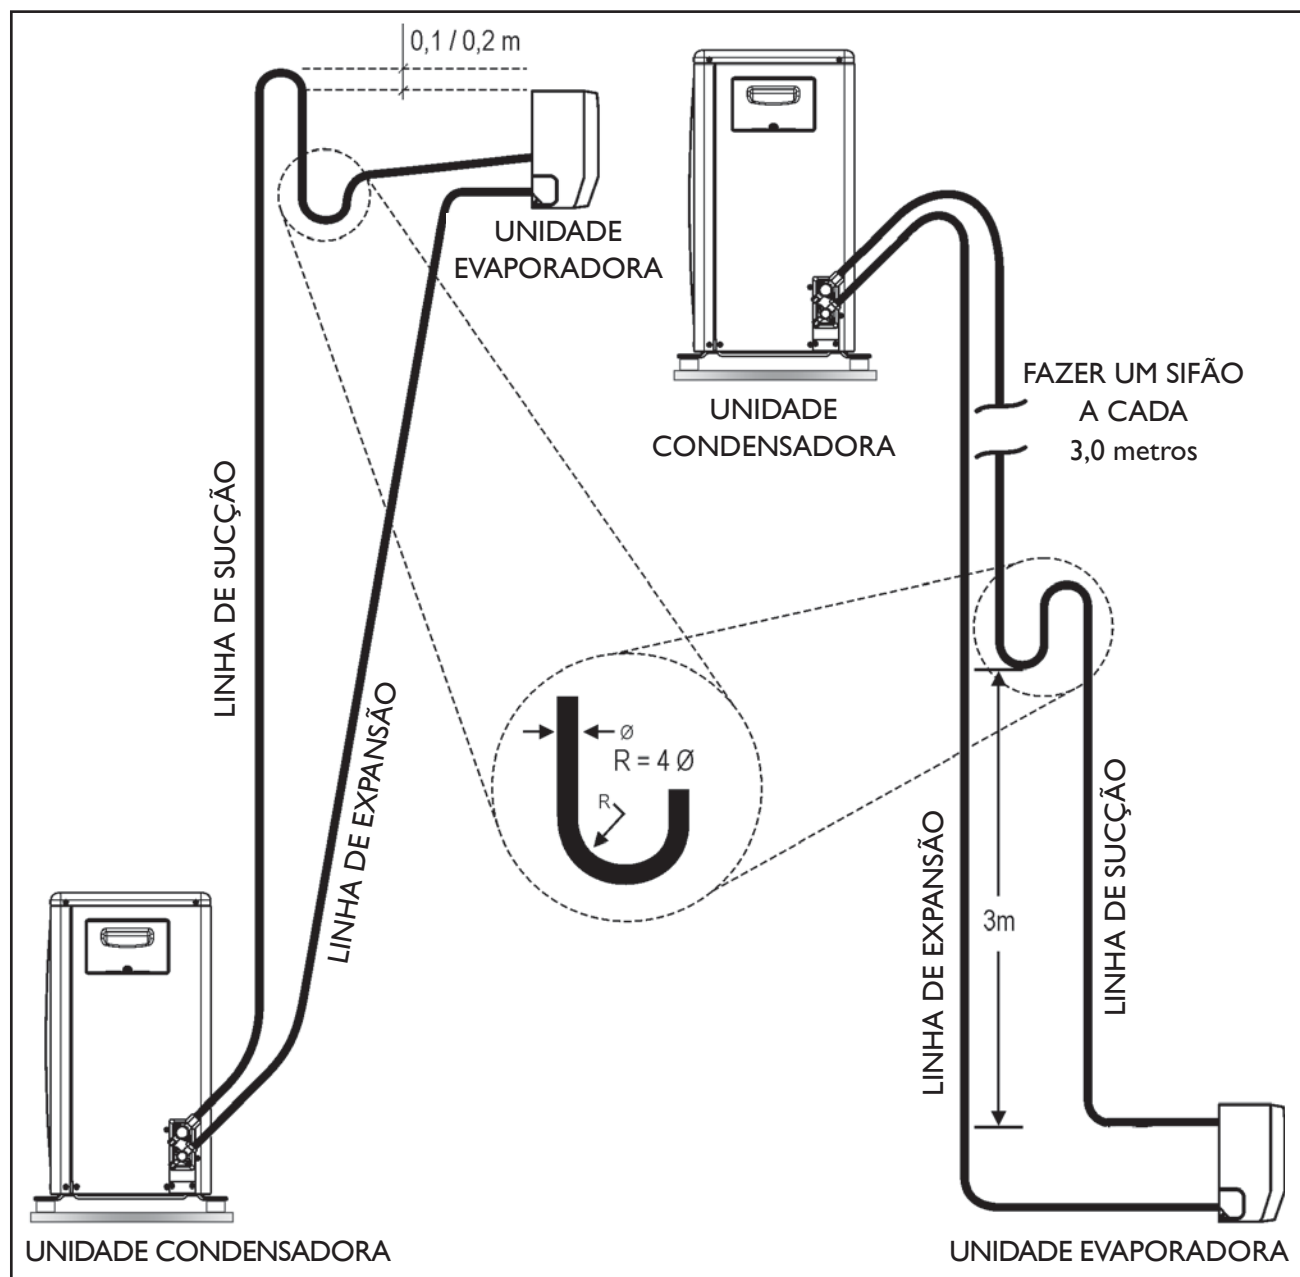

FIG. 15 - LINHAS DE INTERLIGAÇÃO
- 1º Elevar a linha de sucção acima da unidade evaporadora antes de ir para a unidade condensadora (0,1m para modelos 38MB\_09 e 12 e 0,2m para 38MB\_18 e 24), quando a evaporadora estiver acima ou no mesmo nível da condensadora. (Fig. 15)
- 2º Fazer sifões nas subidas da linha de sucção a **cada 3,0 m** para os modelos, incluindo a base (saída da evaporadora). Caso o desnível seja menor que 3 m faça apenas na base. (Fig. 15)